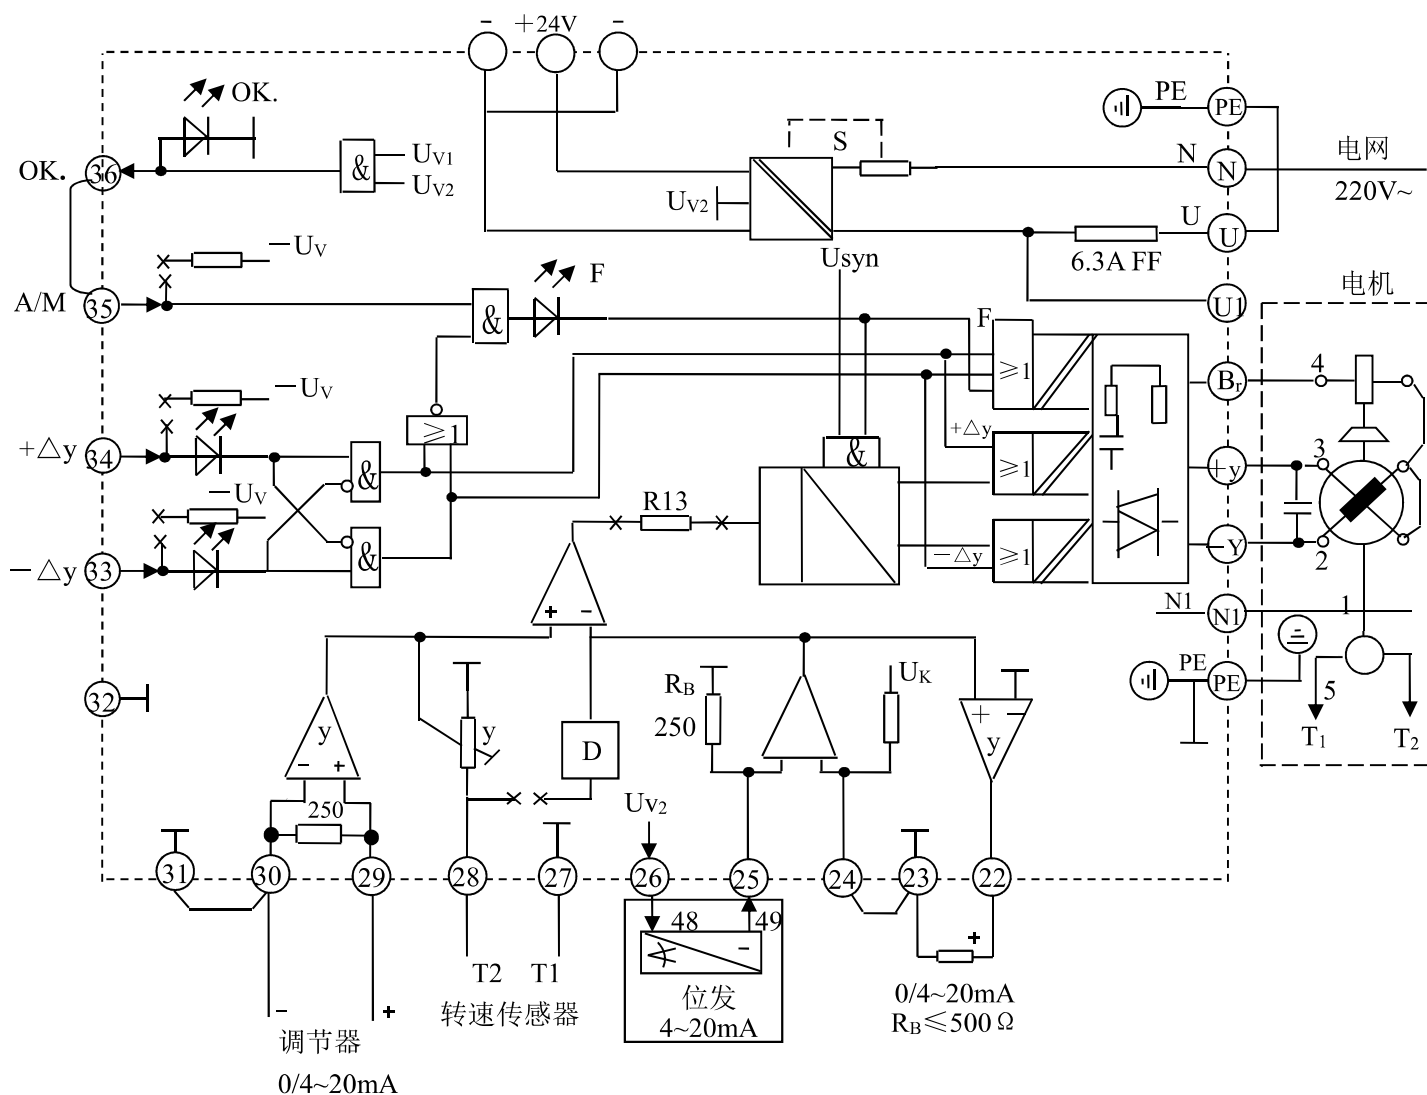

图 15 放大器原理框图
可用电位器 y 调节转速传感器信号电压，使之符合要求（见图 15）。
· 见下页图 15。
- 根据图 15 原理框图和下面的使用说明接线。
- 出厂时厂方已将电桥按图 15 接好。